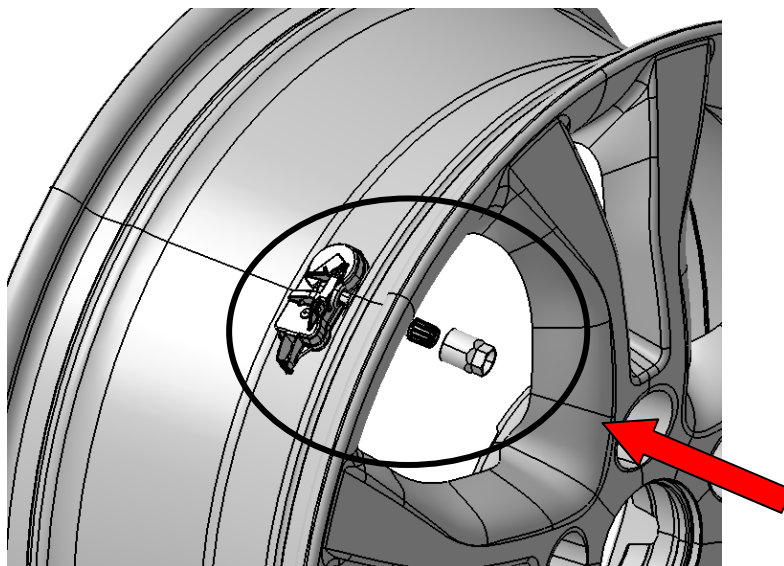

图 1.5 螺母安装图
步骤 2: 将胎压监测传感器总成①的气门嘴杆穿过轮辋安装孔，并施加压力（可用手扶住传感器两侧）使①上的密封胶垫与轮辋安装平面紧密贴合，再按箭头的方向将螺母②轻轻旋转到气门嘴杆上，示意图如图 1.5 所示，最后用扭力为 $5 \pm 0.5 \text{ N} \cdot \text{m}$ 工具旋紧螺母②。